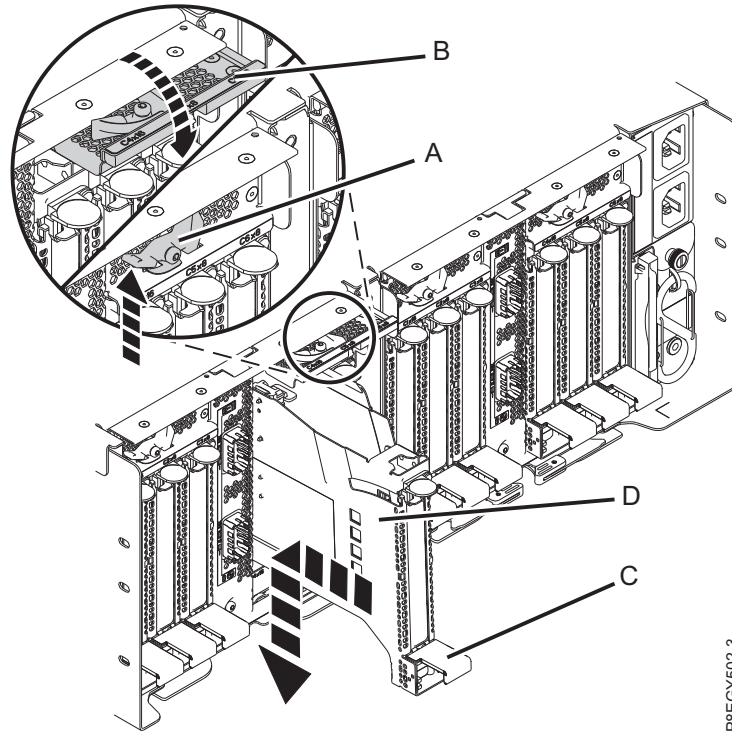

Figura 90. Instalación de una casete de adaptador PCIe en el cajón de expansión PCIe3
- b. Sujete con cuidado la casete de adaptador (**D**) por el borde superior y alinéela con la ranura. Consulte Figura 90 en la página 87.
- d. Cuando la casete de adaptador PCIe (**D**) esté completamente insertada en la ranura, presione el asa de la casete (**C**) hacia abajo para fijar la casete de adaptador (**D**) en su conector. Consulte Figura 90 en la página 87.
- e. Haga girar la puerta del mecanismo de cierre (**B**) hacia abajo y presiónela para situarla en la posición de cerrado, como se muestra en la Figura 90 en la página 87. La palanca del mecanismo de cierre (**A**) quedará fijada automáticamente.